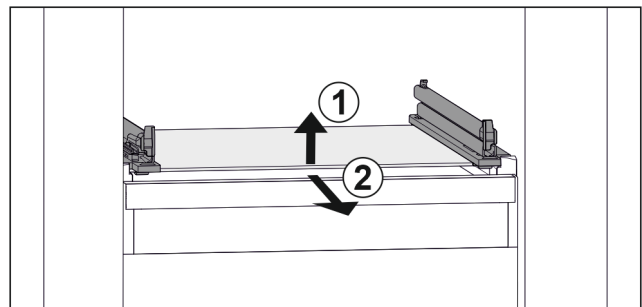

Fig. 63 Beispielhafte Darstellung der Glasplatte
- ▶ Glasplatte vorne anheben. Fig. 63 (1)
- ▶ Glasplatte nach vorne entnehmen. Fig. 63 (2)